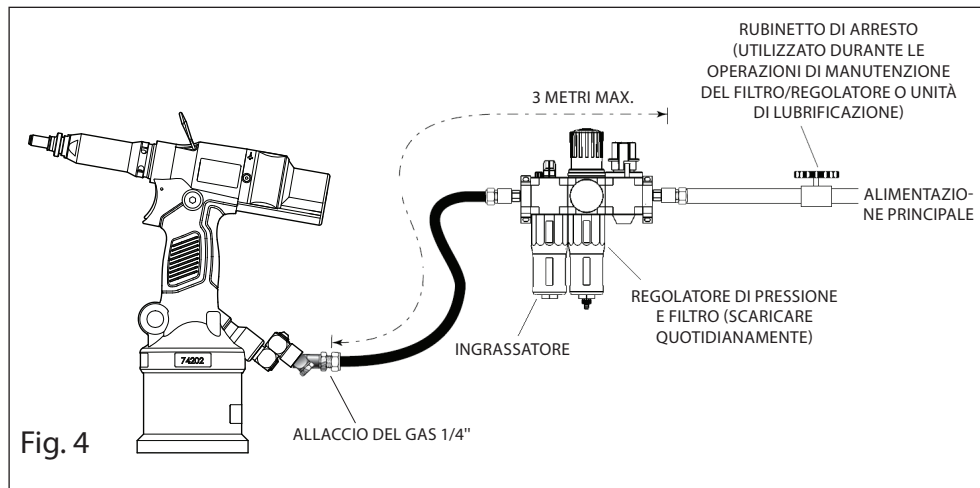

Fig. 4
- I regolatori di pressione e i sistemi di filtraggio/lubrificazione automatici devono essere utilizzati sull'alimentazione dell'aria principale entro 3 metri dall'utensile (vedi fig. 4).